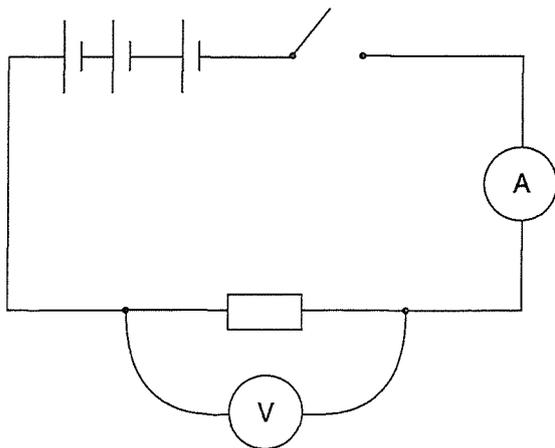

Figure 17.3
4.9. Réaliser le montage représenté à la figure 17.3 en utilisant une pile de 4,5 V et deux piles de 1,5 V (voltmètre: calibre 10 V*; ampèremètre: calibre 200 mA). **Attention au sens de raccordement du voltmètre et de l'ampèremètre.**
4.13. Réaliser le montage représenté à la figure 17.3 en utilisant deux piles de 4,5 V et une pile de 1,5 V (voltmètre: calibre 20 V; ampèremètre: calibre 200 mA).